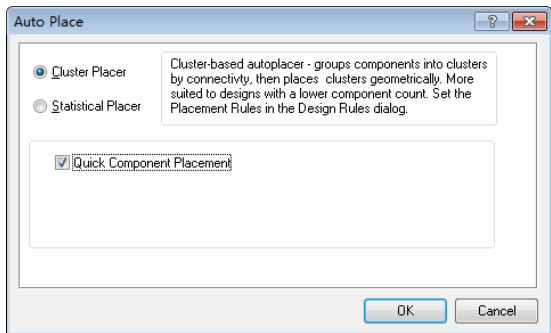

图 13-3 自动布局对话框
(1) 打开在例 13-1 编辑好的 Voltage_Meter.PrjPCB 工程, 双击 Voltage_Meter_with_Auto_Placement.PcbDoc 进入 PCB 编辑环境。
(2) 定义好布局设计规则, 本例中采用系统默认布局设计规则。
(3) 禁止布线区域在例 13-1 中已经绘制完成。
(4) 执行菜单命令 Tools » Component Placement, 系统弹出自动布局对话框, 如图 13-3 所示, 有两种自动布局器。